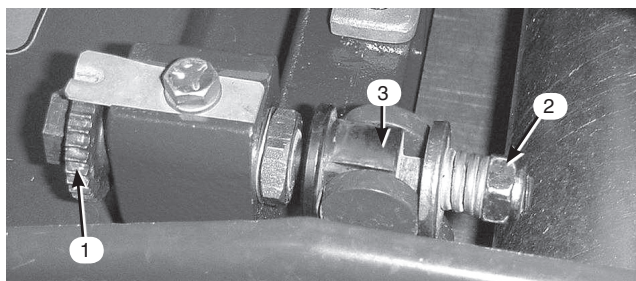

図47
1. チャンネル材がアジャスタ・フレームの一番下にくるまで、ベッドバー調整ネジ左に回し続ける (図47)。
2. スプリング・テンション・ナットをゆるめて、ワッシャがベッド・バーにまったく押し付けられていない状態にする(図47)。